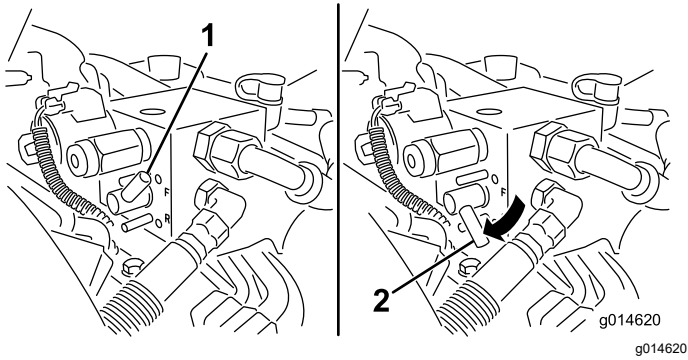

Figura 58
5. Gire la palanca de autoafilado a la posición de MARCHA ATRÁS (R) (Figura 58).